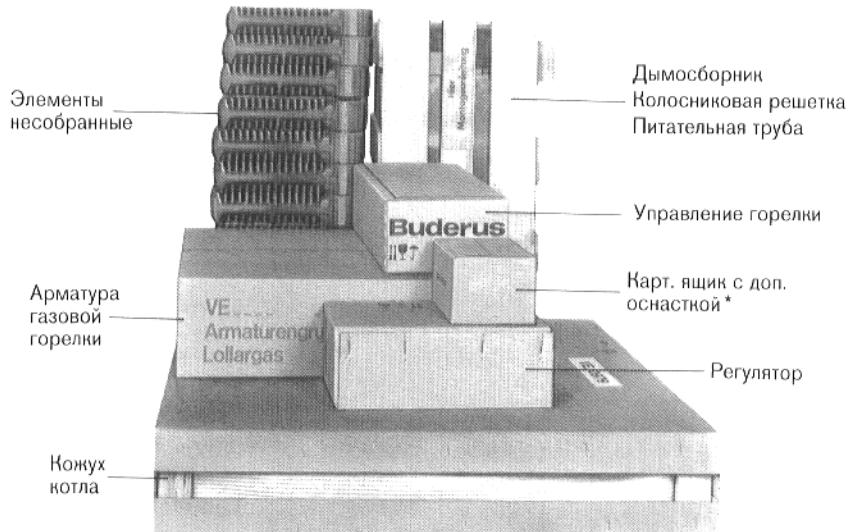

Рис. 5
b) Котел с элементами в разобранном виде (рис. 5)